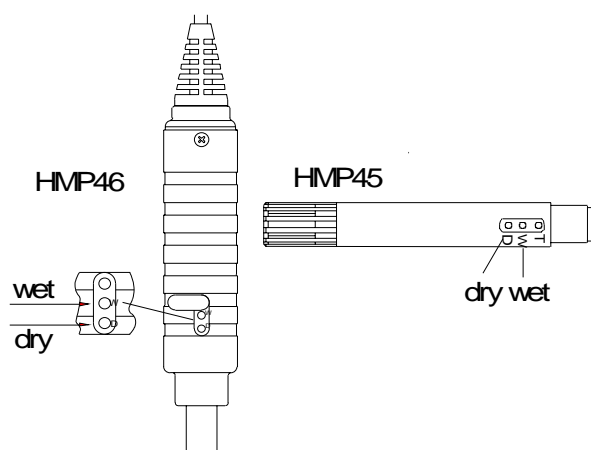

図5.1.1 トリマーポテンシオメータの調整
湿度はプローブのトリマーポテンシオメータで校正します。ポテンシオメータはプラスチックゴム保護カバーの下に取り付けています。温度(図5.1.1、T)用のポテンシオメータは製造時のみに使用するもので、**絶対に動かさないでください**。他の2つのポテンシオメータを調整するときに、プラスチックゴムカバーを全て外さず横に回すようにして、この温度のポテンシオメータに誤って触らないよう注意してください。(5.1.1参照)
- 湿度指示が安定するまで待ちます。(約30分) 温度をチェックし校正表から一番近い湿度の値を読みます。プローブ本体のポテンショメータ**D**(dry)を小さめのマイナドライバで回して、校正表で得られた値に低湿側の指示を調整します。(図5.1.1参照)